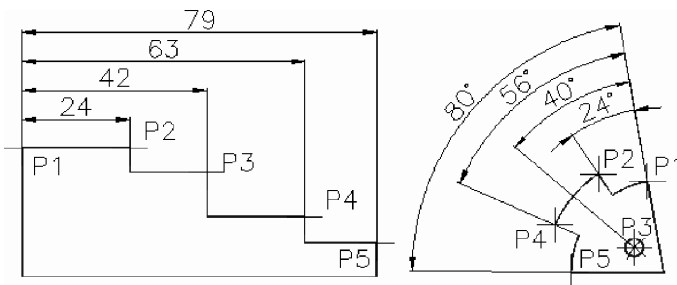

Fig. 6.66 Cotarea față de o bază comună
■ Cotarea față de o bază comună, ca în Fig. 6.66, se poate obține astfel: